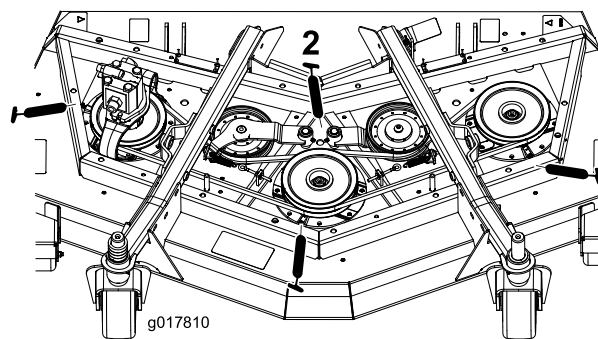

Figure 62
- 3 paliers d'axes de pivot (sous la poulie) (Figure 62)
- 2 bagues de pivot de bras de tension (Figure 62)